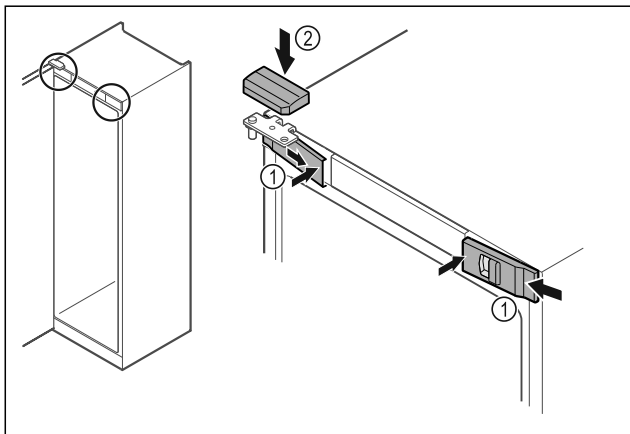

Fig. 45
- ▶ Přední kryty Fig. 45 (1) bočně zahákněte a zaklapněte dovnitř.
- ▶ Horní kryt Fig. 45 (2) shora zaklapněte.